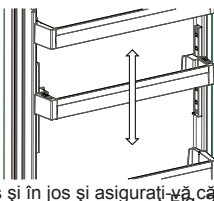

Fig. 1
**Pentru a modifica poziția raftului Adapti-Lift;** mențineți partea inferioară a acestuia și trageți de butoanele aflate pe partea laterală în direcția săgeții (Fig. 1).